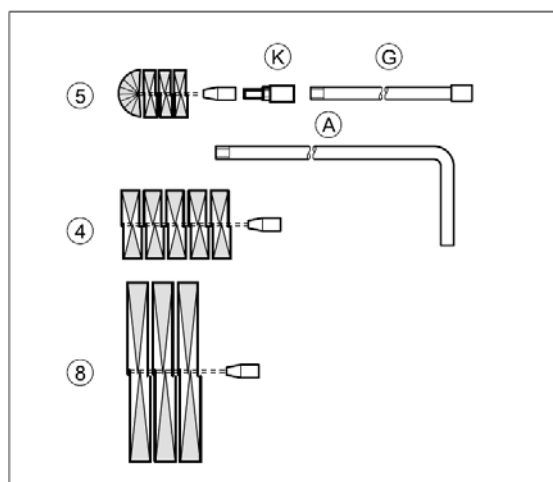

Fig. 57
- De olika typerna av borstar som **Milton Sverige AB** erbjuder (extrautrustning), visas i Fig. 57. Borstarnas mått samt användningsområde framgår av följande tabell: